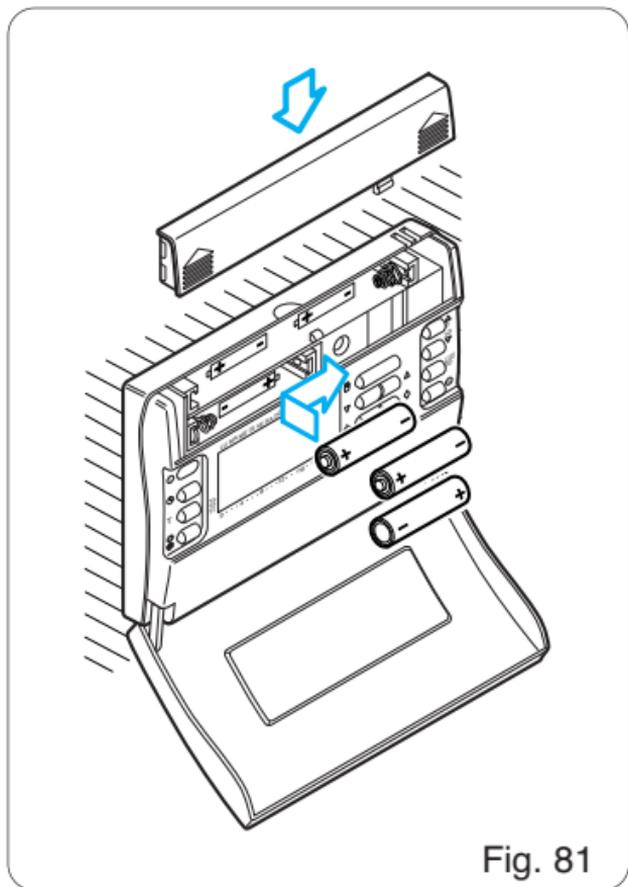

Fig. 81
16.3 - Togliere le pile scariche ed inserire n. 3 pile alcaline LR03 tipo micro stilo AAA da 1,5 V nell'apposita sede rispettando le polarità indicate sul fondo dell'alloggiamento (fig. 81). Rimettere il coperchio delle pile. Dopo qualche secondo le indicazioni sul display ricompariranno.